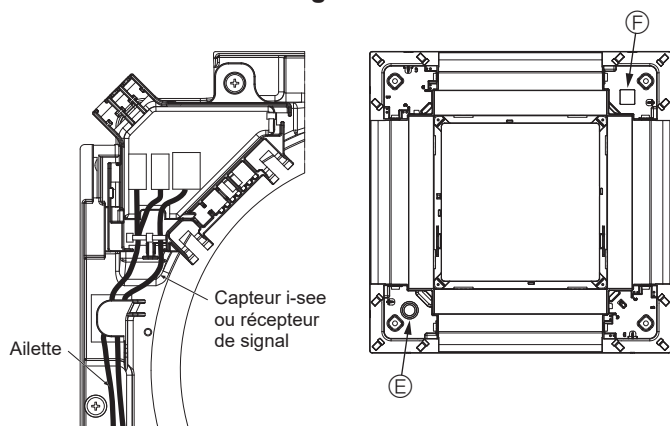

Fig. 10-13
- Faites passer les fils du Capteur i-see et du récepteur de signal comme illustré dans la Fig. 10-13.